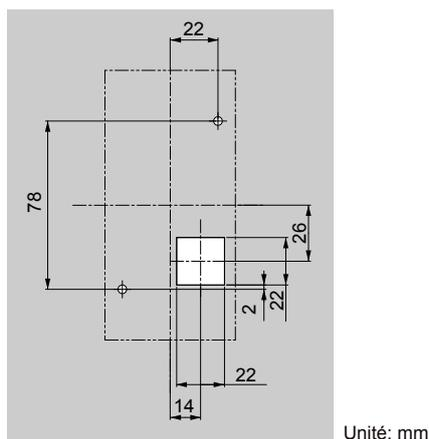

Figure 2.10 Dimensions de découpe du panneau (installation externe/vissage)
- Découper une ouverture dans le panneau du boîtier pour le clavier d'opération, tel qu'indiqué dans la Figure 2.10.